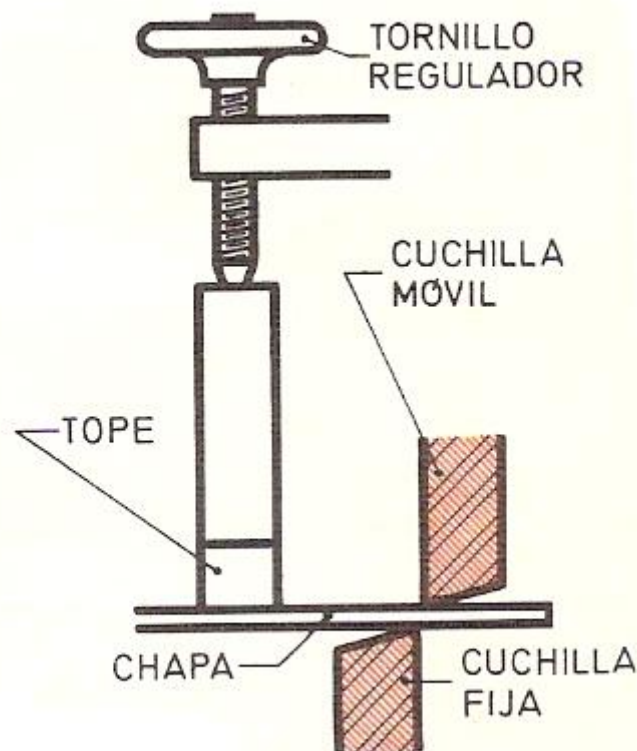

Fig. 2
- **Tope.** Sirve para mantener horizontal el material que ese va a cortar, pudiendo regularse en altura según el grueso (fig.2)